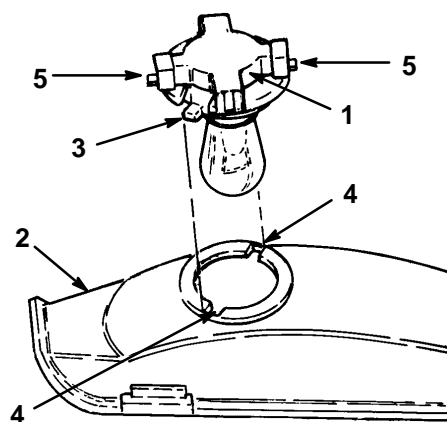

Abbildung 49
3. Die Birnenfassung um 1/4 Umdrehung im Gegenuhrzeigersinn drehen und aus dem Reflektor nehmen (Abb. 49).
2. Die Birnenfassung hat zwei Zungen (Abb. 49). Die Zungen auf die Schlitzte im Reflektor ausrichten, die Birnenfassung in den Reflektor einsetzen und im Uhrzeigersinn 1/4 Umdrehung bis zum Anschlag drehen.